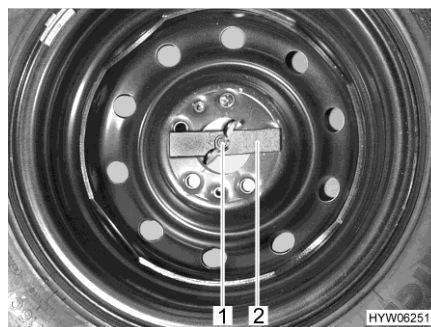

Bild 157 Reservhjul i det bakre bagageutrymmet
- Vingmutter (Bild 157,1) lossas för hand och skruvas av.
- Tryckstycket (Bild 157,2) tas bort.